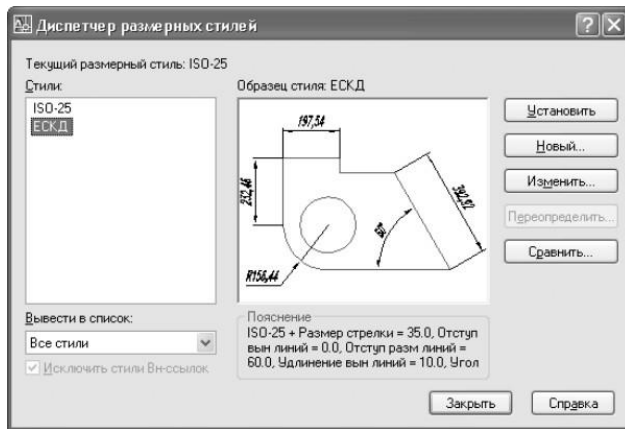

Рис. 11.8 Окно Диспетчер размерных линий с новым стилем ЕСКД
15. Вы снова вернетесь к окну Диспетчер размерных линий, в котором теперь появится новый стиль ЕСКД (рис. 11.8). Пощелкайте на обоих стилях, чтобы увидеть различия между ними в области предварительного просмотра. Сравнив оба стиля, выберите стиль ЕСКД и щелкните сначала на кнопке Установить, а затем на кнопке Закрыть.